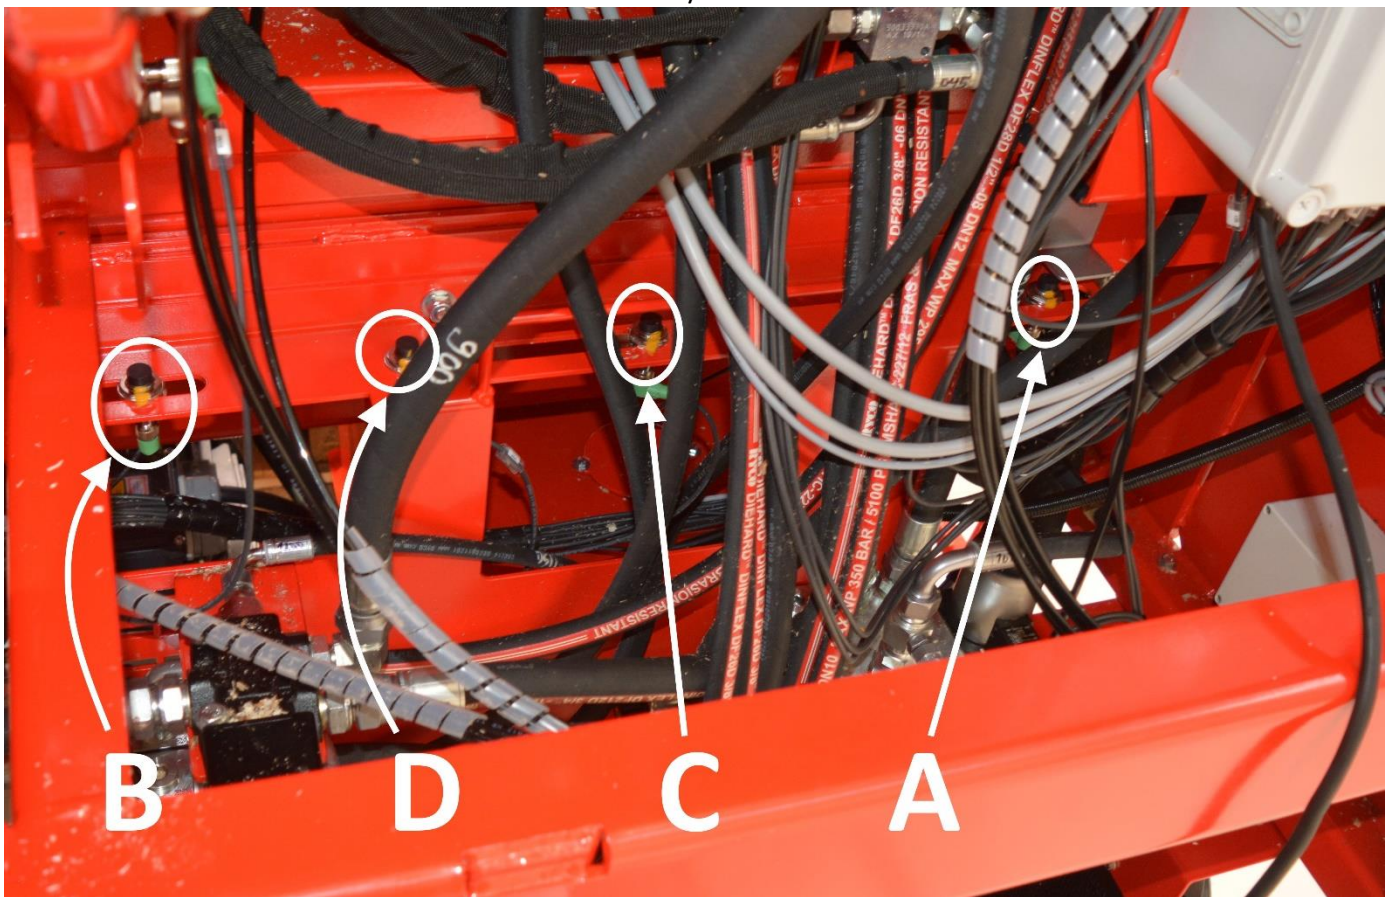

Bild 28.
Hakki Pilke 55 Pro-vedmaskinens klyvcylinder styrs elektroniskt med hjälp av sensorerna A och B på bild 28. Så här kan du justera klyvcylinderns slaglängd:
2. Avlägsna maskinens skyddsplåt (på baksidan av maskinen), såsom visas på bild 28.
3. Med sensor A (bild 28) fastställs punkten där klyvbalken stannar under returrörelsen. Ändra vid behov sensorns läge. Lossa först på sensorns fästmutter, flytta den och spänn fast den.
4. Med sensorn B (bild 28) fastställs punkten där klyvcylindern byter riktning under klyvrörelsen, det vill säga hur nära klyvbalken klyvbettet går. Ändra vid behov sensorns läge enligt instruktionerna i punkt 3.
Rörelsen för klyvcylindern för vedmaskinen Hakki Pilke 55 Pro kan begränsas då man producerar vedklabbar som har större diameter än 30 cm och är kortare än 25–40 cm, varmed effekten ökar. Du kan aktivera halvslaget från skärmreglage A (bild 11) och välja antingen 1/2 eller 1/3-slag. Längden på de här slagen kan justeras genom att flytta sensorerna C och D på bild 28. Justeringen bör göras så att veden hamnar att fastna något i klyvbettet och så att först nästa vedklabb klyver den helt.